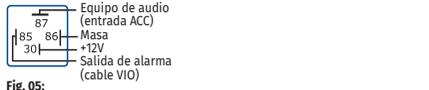

Fig. 05:
Realice la programación del módulo a través de la llave Master (botón de programación) en el beep 12, opción 5 (según el ítem 14 de este manual). Realice la instalación de los cables VE/BL (entrada señal (-) cambio), AM/BL (entrada señal (-) freno de mano), GR/NE (salida señal (-) motor de arranque) y VIO (salida señal (+) temporizador de ignición) del cableado de la alarma, según el diagrama fig.05 y 06.
10.5. Control de audio: El cable VIO de la alarma permite apagar y encender el equipo de audio del vehículo. En caso que el equipo de audio posea un consumo mayor a 200mA, utilice un relay externo (no incluido), conforme fig. 05.